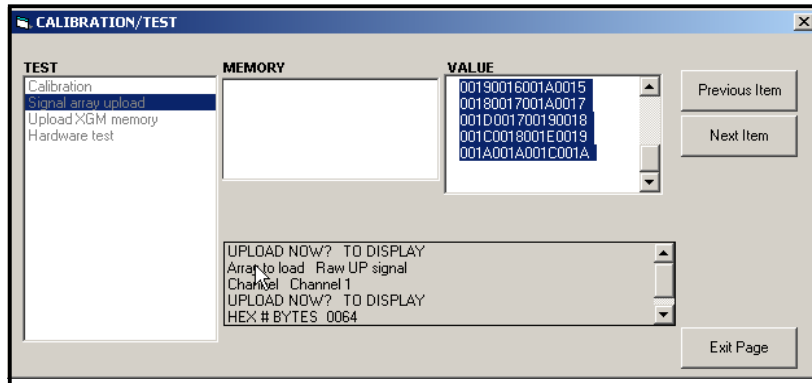

Figure 12 : Données de réseau de signaux affichées sur PanaView
- Si vous double-cliquez sur Pour afficher, le volet droit de la fenêtre ressemble à la Figure 12 et les données sont disponibles pour une évaluation immédiate. Cliquez sur [Quitter la page] pour fermer la fenêtre et revenir au menu *Calibrage/Test*.